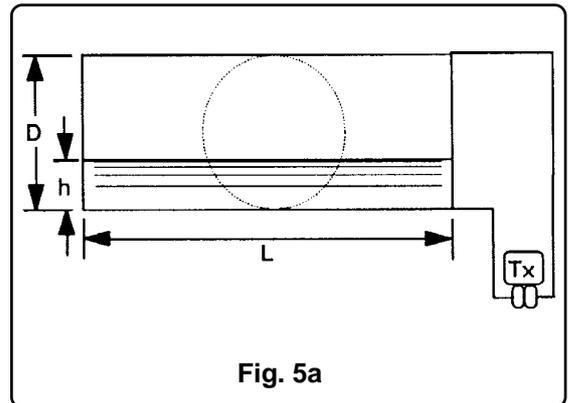

Fig. 5a
a) Tanque cilíndrico con extremos chatos (fig. 5a - usado muy poco). La instalación del transmisor permite medir la altura "completa" del tanque. El siguiente polinomio ofrece el área de la sección circular en función de las alturas h (por ej. altura del líquido en el tanque)